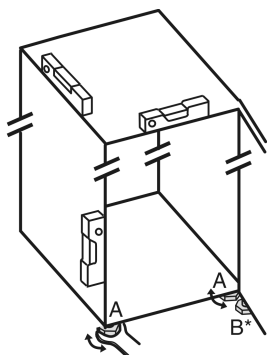

Fig. 19
- ▶ Seřizovací nožky Fig. 19 (A) vyšroubujte pomocí přiloženého vidlicového klíče a pomocí vodováhy, dokud nebude spotřebič pevně vyrovnaný.
- ▶ Seřizovací nožku Fig. 19 (B) na stojanu ložiska vytáchejte pomocí přiloženého vidlicového klíče, až dosedne na zem.
- ▶ Seřizovací nožku Fig. 19 (B) otočte maximálně o dalších 90°, abyste zabránili poškození dveří.